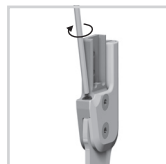

Fig. 18
- 6 Skru inn justeringssskruen til ønsket posisjon (fig. 18).